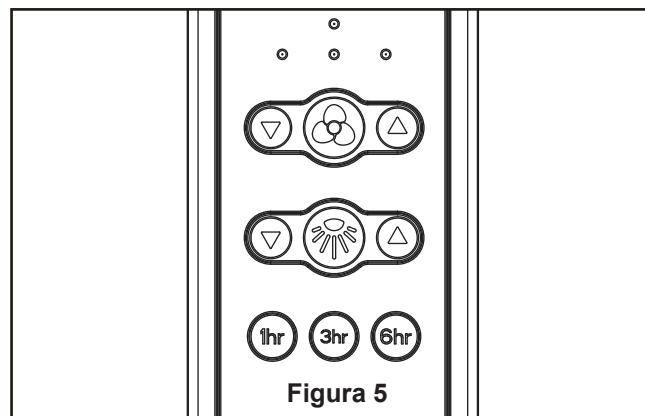

Figura 5
4. Una vez realizadas las conexiones, los cables deben ser colocados de forma extendida poniendo el conductor de la toma de tierra y el conductor de toma de tierra del equipo a un lado de la caja, colocando el conductor sin toma de tierra en el otro lado de la caja, luego gire los conductores hacia arriba y, con cuidado, colóquelos dentro de la caja de salida; con los conductores blancos y verdes hacia un lado y los conductores negros hacia el otro. (Figura 5)
- 5. Para su uso con el kit de iluminación (B). Instale la unidad LED en la unidad del kit de iluminación usando los tornillos extraídos en el paso 5. (Figura 5)
5. Funciones del control remoto: (Figura 5)